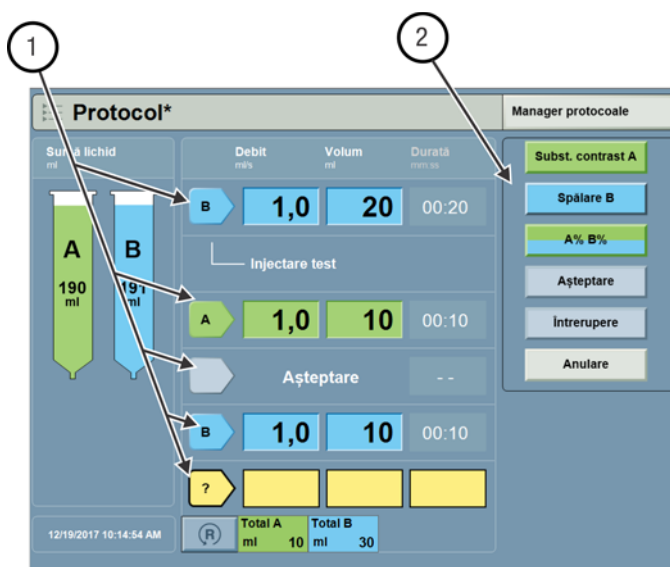

Figura 8 - 1: Selectarea tipului de fază
1. Selectați o săgeată (1) pentru a crea sau modifica un protocol. Consultați Figura 8 - 1: Selectarea tipului de fază.